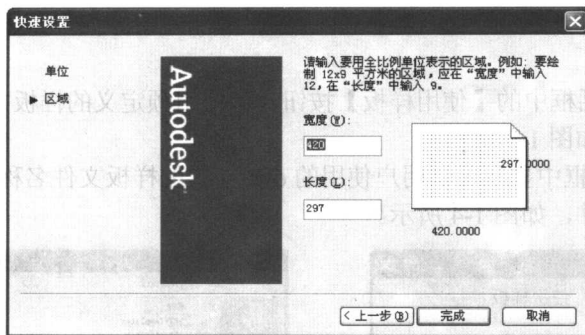

图 1-7 设置绘图区域
(2) 指定绘图区域（如图 1-7 所示） 在编辑框“宽度”和“长度”中分别输入绘图区域的宽度和高度值。默认值分别是 420 和 297，即工程制图图标中的 A3 图纸幅面。单击【完成】按钮关闭该窗口，结束绘图参数的设置。